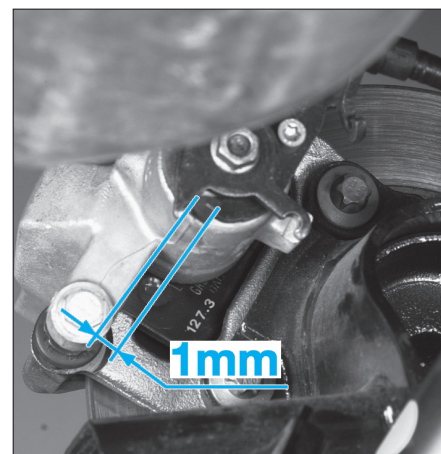

FIG. 19
- Actionner plusieurs fois le levier de frein de stationnement puis contrôler le décollement de la butée du levier de commande au niveau des étriers de frein arrière. Le jeu doit être de 1 mm (Fig.19).